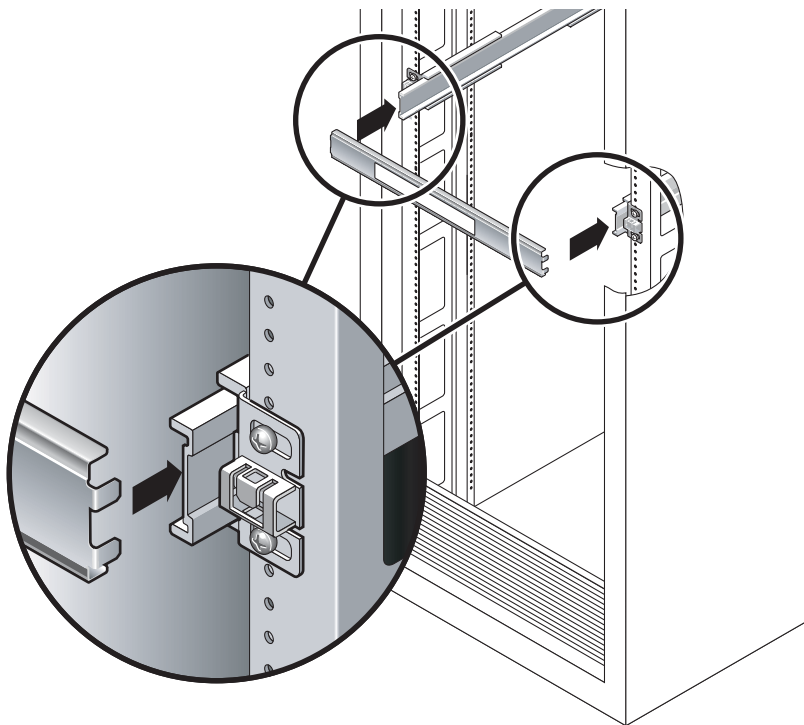

图 3-28 调节滑轨之间的距离
- a. 在机架的前部，将此工具的左侧插入左侧滑轨端部的插槽（图 3-28）。